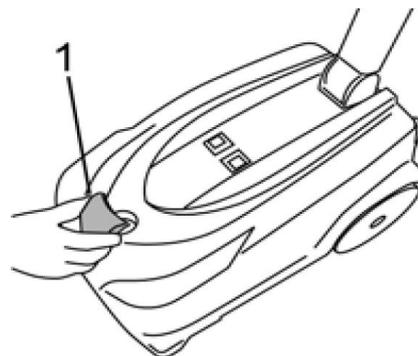

Abb. 14: Tankdeckel entfernen
- Deckel drehen und prüfen, ob sich die Schwimmer frei bewegen können (1, Abb. 14)